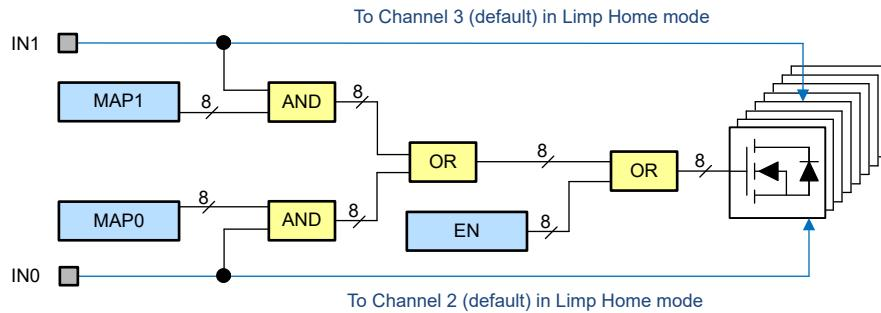

図 7-2. 入力マッピング
デバイスには 2 つの入力ピンがあります。各入力ピンはデフォルトで 1 つのチャネル (IN0 からチャネル 2、IN1 からチャネル 3) に接続されています。入力マッピングレジスタ MAP0 および MAP1 は、各入力ピンに追加または異なるチャネルを接続するようにプログラムできます (図 7-2 を参照)。チャネルを駆動する信号は、EN レジスタの状態、PWM ジェネレータ (PWM ジェネレータの出力マッピング状態に従う)、および IN0 と IN1 (入力マッピング レジスタの状態に従う)との論理和 (OR) の組み合わせによって決定されます。